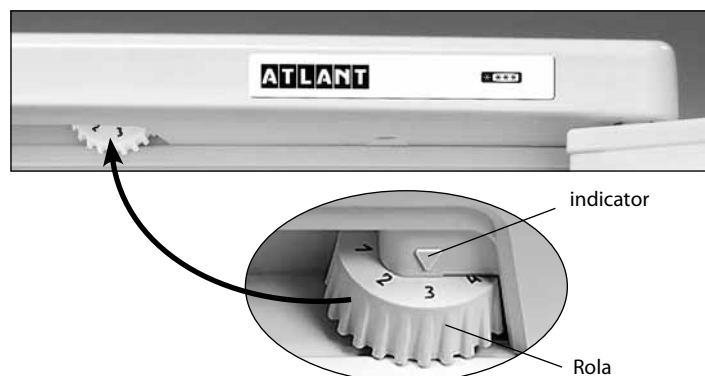

Figura 3 – Controlul temperaturii
**1.5** Organul de reglare a temperaturii în conformitate cu figura 3 este rola de reglare a temperaturii (în continuare – rol). Rolul se rotește în sensul acelor de ceasornic și invers acelor de ceasornic și are diviziuni cu cifre notate și se instalează la diviziunea selectată. Diviziunea cu marcarea la "1" corespunde temperaturii cea mai ridicată (răcirea cea mai mică) în camera, la diviziunea "7" – cea mai joasă (cea mai mare răcire). Diviziunea rolului trebuie instalată sub indicator la reglarea temperaturii.
Deschideți ușa SF și setați rola la diviziunea "2." Închideți ușa SF. Pe viitor, pentru a selecta temperatura optimă pentru depozitarea alimentelor în secțiune trebuie reglată temperatura cu ajutorul rolului, așa cum se arată în figura 3. În cazul în care, după reglare sau în urma schimbării condițiilor de exploatare, compresorul a început să lucreze continuu, este necesar să se rotească lent rola în direcția de micșorare până la un clic a regulatorului de temperatură. După reglare, temperatura în frigider se menține în mod automat.